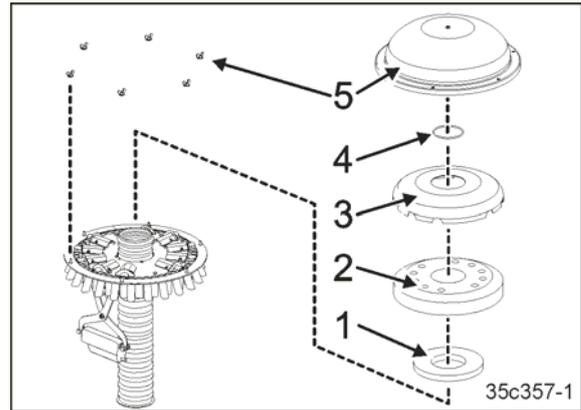

Fig. 213
15. Monter l'insert en mousse (Fig. 213/1) et la bague d'étanchéité (Fig. 213/2).
16. Reposer le capot intérieur (Fig. 213/3).
17. Reposez la bague (Fig. 213/4).
18. Reposez le capot extérieur (Fig. 213/5).